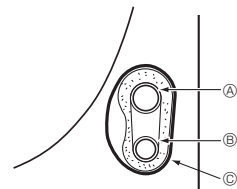

Fig. 4-4
4.3.1. Almacenamiento en el espacio de tuberías de la unidad (Fig. 4-4)